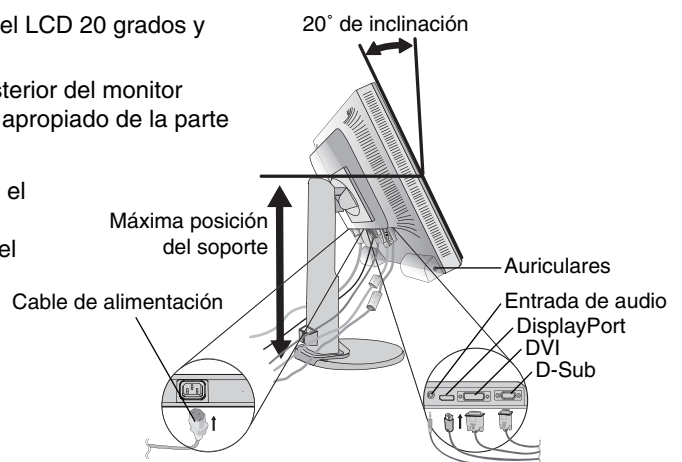

Figura B.1
4. Conecte todos los cables al conector apropiado de la parte posterior del monitor (**figura B.1**). Conecte los auriculares (no incluidos) al conector apropiado de la parte izquierda del monitor (**figura B.1**).